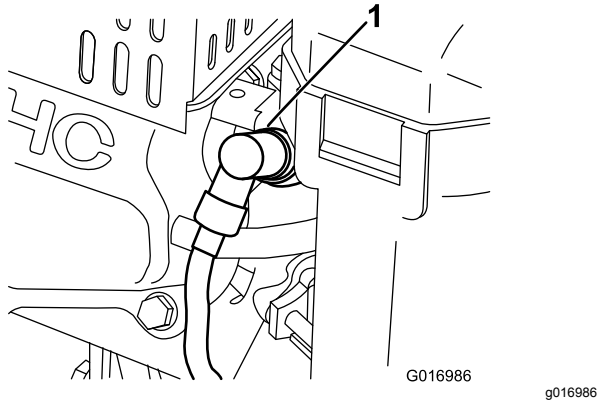

Figura 33
1. Retire o cabo da vela moldado (Figura 33).